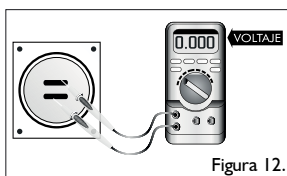

Figura 12.
- Asegúrese que el voltaje del tomacorriente de la conexión de la instalación eléctrica esté acorde con el voltaje nominal del producto (Ver figura 12).